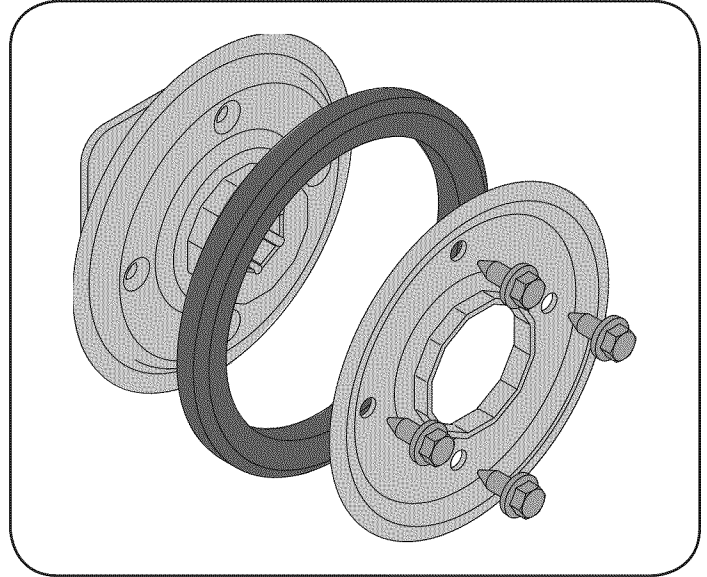

Figura 29
1. Saque los cuatro tornillos que mantienen unidas las placas laterales de la rueda de fricción. Vea la Figura 29.